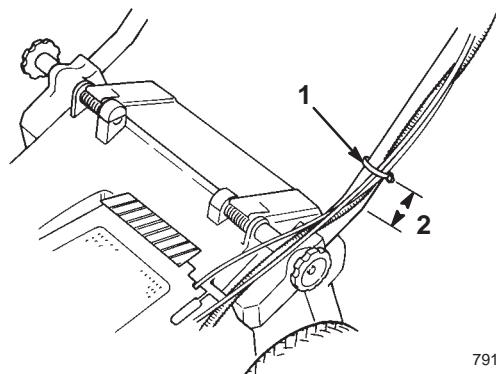

Figura 4
6. Fissate con un morsetto i cavi sul lato inferiore del tubo sinistro (Fig. 4). Posizionate il morsetto per cavi a 2,5 cm dalla curva della stegola, come riportato nella Figura 4.